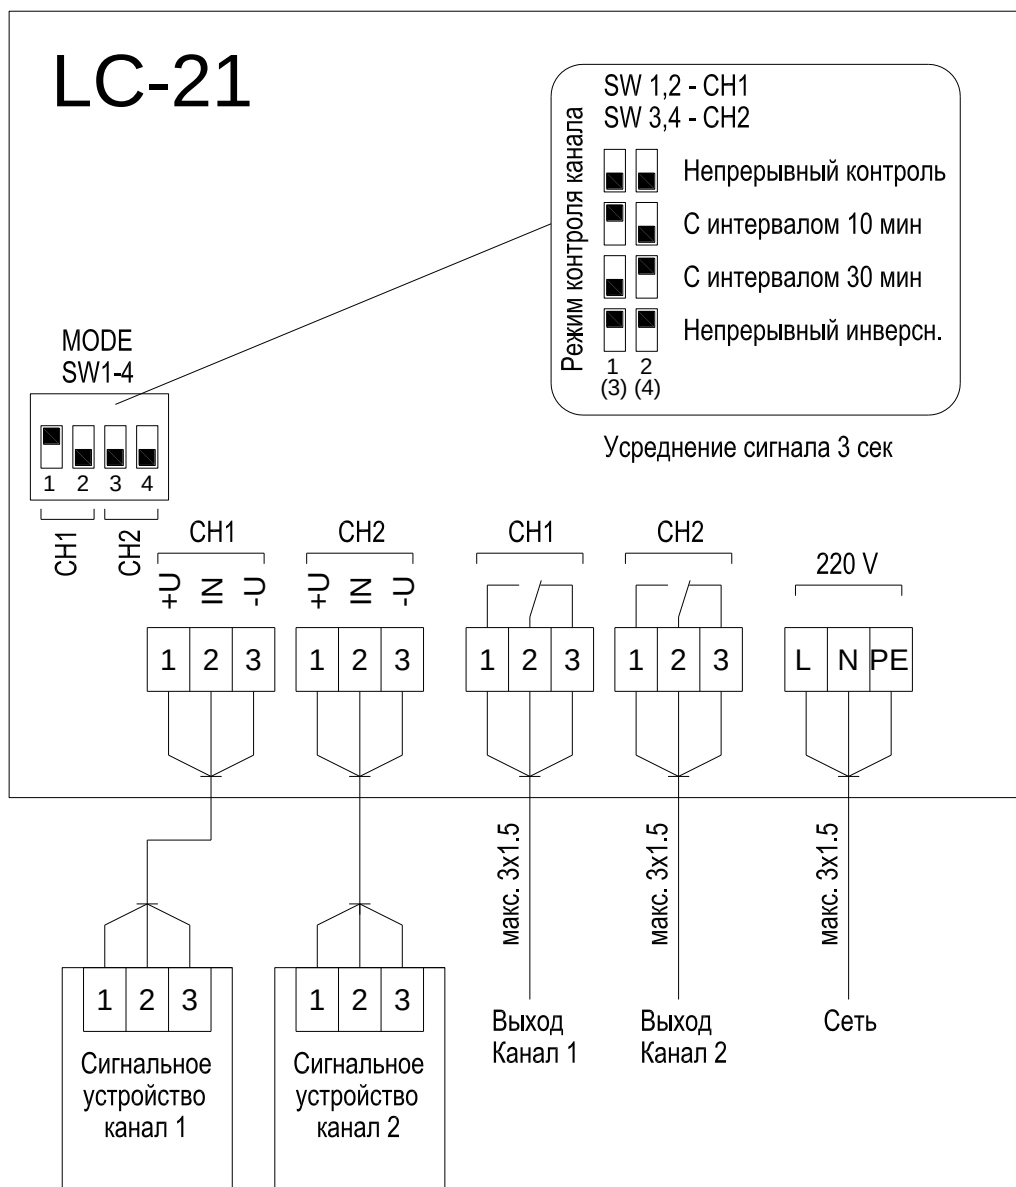

Рис. 2 Схема электрических подключений
- 4.4 При подключении Сигнализатора следует руководствоваться электрической схемой подключений, приведённой на рис.2.
- 4.5 Подключение питающей сети выполнить согласно схеме рис.2 кабелем 3х1,5 мм².
- 4.6 Установить датчик (как пример – OLS-01 (датчик уровня жира/масла)* или SLS-01 (датчик уровня осадка)) в резервуар на нужный уровень и подключить его на клеммы входа СН1 согласно схеме рис.2. Установить необходимый режим опроса датчика DIP переключателями SW1,2** (при формировании комплекта производителем выставляются рекомендованные значения). Датчик типа «сухой контакт» следует подключать к клеммам «+U» и «IN».
- 4.7 Установить датчик (опция) CLS-01 (уровня воды) в резервуар на нужный уровень и подключить его на клеммы входа СН2 согласно схеме рис.2. Установить необходимый режим опроса датчика DIP переключателями SW3,4 (при формировании комплекта производителем выставляются рекомендованные значения). Датчик типа «сухой контакт» следует подключать к клеммам «+U» и «IN».
- 4.8 Выходной сигнал типа «сухой контакт» о достижении уровня выдается согласно схеме рис.2 по каждому каналу отдельно. Максимальная нагрузка на сухой контакт: переменное напряжение 220В / 5А, постоянное напряжение 24В / 5А. Подключение выполнить кабелем сечением не более 3х1,5 мм².